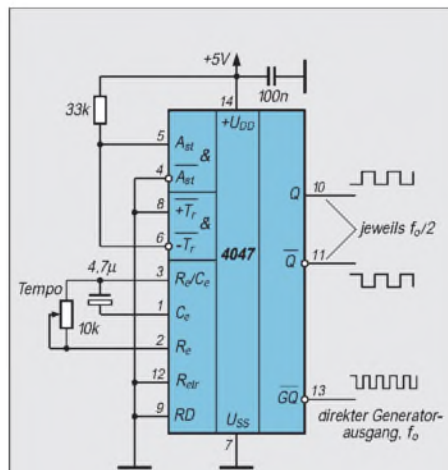

Bild 1: '4047 im astabilen Betrieb, freilaufend.
Die CMOS-IS ist laut Datenblatt ein Multivibrator, programmierbar für astabilen oder monostabilen Einsatz. Im astabilen Betrieb kann an zwei Pins die Takterzeugung getort werden. Laut Daten sollte der 4047 bis +10 V arbeiten; in der Praxis lief der CD 4047 BF jedoch nur im Bereich von 4 bis 6 V einwandfrei. Bild 1 zeigt die Grundvariante für den astabilen Betrieb. Für die frequenzbestimmenden Bauelemente R und C gelten Obergrenzen, für C sind das etwa 15 µF, für R ungefähr 15 kΩ.
Bild 2: Teilstromlaufplan eines Taktgenerators mit 4047 im Start/Stop-Betrieb. Links ist die Torung mit H-Potential H an A_{st} , rechts die mit L an A_{st} dargestellt, die anderen Pins behalten ihre Beschriftung nach Bild 1. Der 33-k Ω -Widerstand (wie in Bild 1) legt die Pins definiert an H.
Mit einem Einstellbereich des Potentiometers von $100\ \Omega$ bis $10\text{ k}\Omega$ lässt sich, gemessen an Pin 10 (Q) und $C = 4,7\ \mu\text{F}$ ($1\ \mu\text{F}$; $0,1\ \mu\text{F}$), der Bereich 66 bis 5 Hz (250 bis 23 Hz ; 2500 bis 250 Hz) überstreichen. Letztere Kombination ist für einen Mithörgenerator optimal. Aus Bild 1 ist erkennbar, daß bereits mit vier externen Bauelementen ein repräsentativer Taktgeber entsteht.